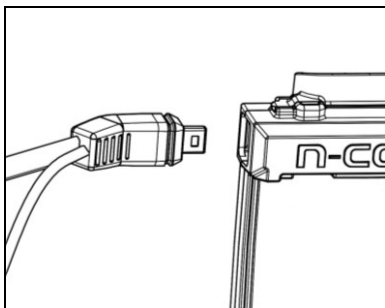

Fig. 5
- Anslut det vänstra kablaget till motsvarande del, så som visas på bilden (fig. 5).